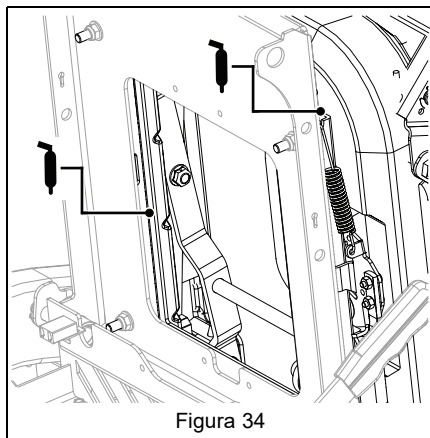

Figura 34
6. Applicare il grasso alle guide del sedile attraverso le fessure sotto la piastra del sedile. Vedere Figura 34.